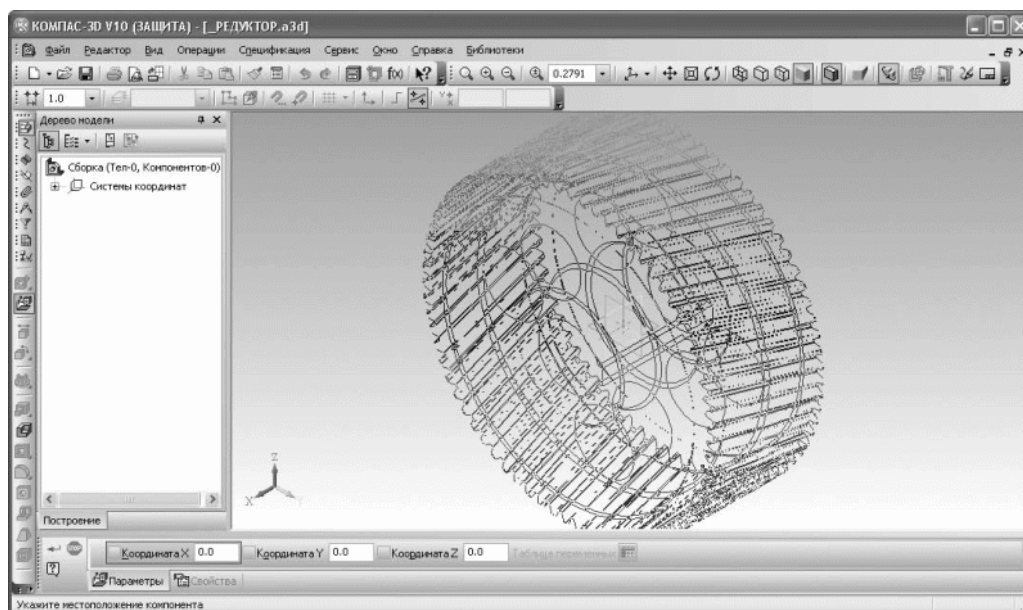

Рис. 3.108. Вставка компонента в сборку (фантом)
1. Нажмите кнопку **Добавить из файла** на панели инструментов **Редактирование сборки**. Система выдаст стандартное окно открытия файла, в котором вам необходимо перейти в папку, в которой хранятся все файлы проекта. Проследите, чтобы в раскрываемом списке **Тип файла** был выбран пункт **КОМПАС-Детали (*.m3d)**. Выберите файл под названием **Колесо зубчатое.m3d** (в окне предварительного просмотра справа от списка файлов должна отобразиться содержащаяся в нем модель) и нажмите кнопку **Открыть**. Окно открытия файла исчезнет, а в сборке появится фантомное отображение модели зубчатого колеса, которое будет перемещаться по документу за указателем мыши (рис. 3.108). Фантом добавляемого компонента привязан к указателю в точке начала своей локальной системы координат (ЛСК).